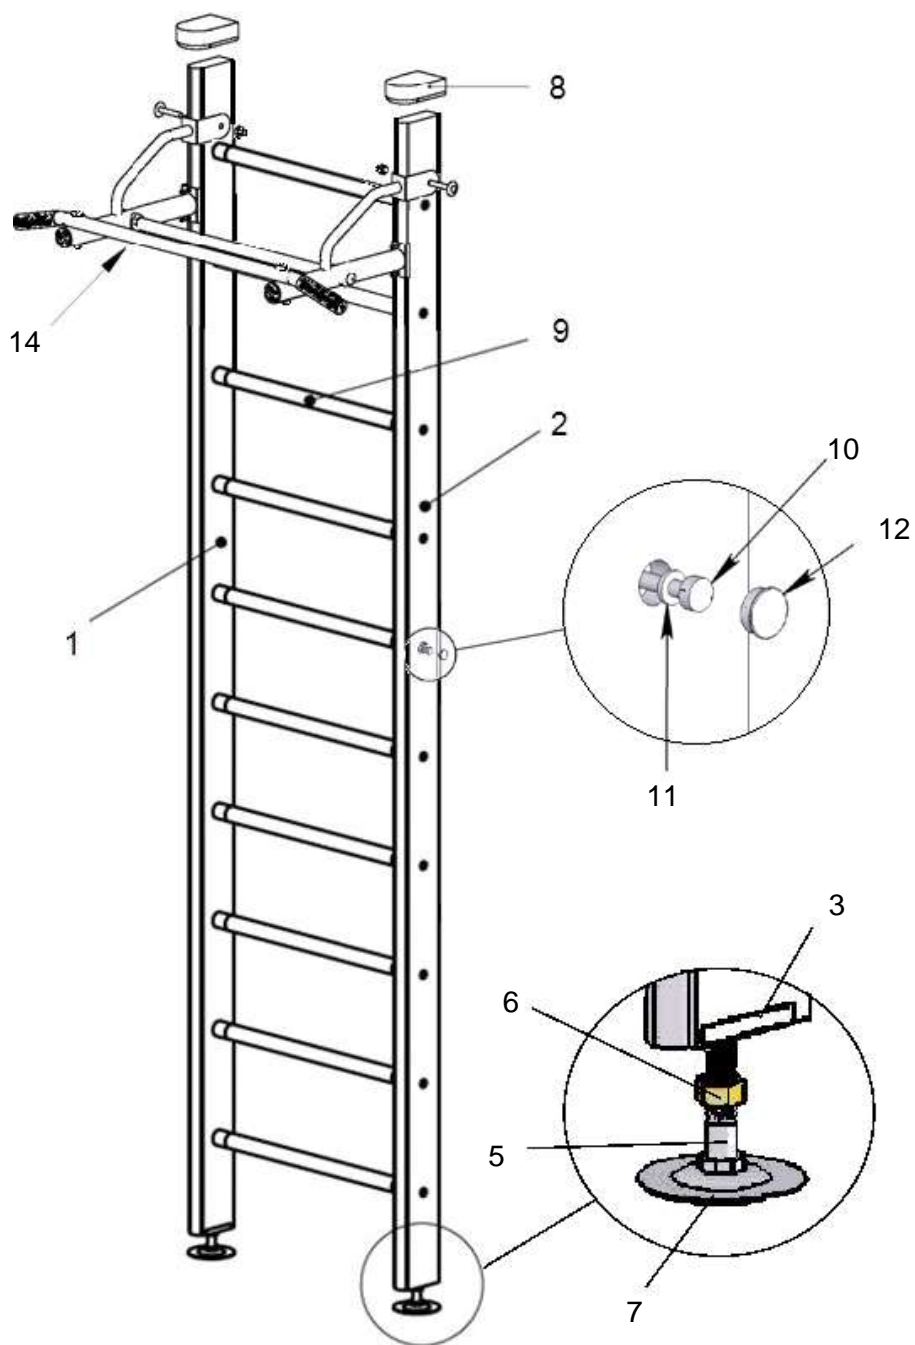

рисунок 1
4.2. Измерить высоту помещения на месте предполагаемой установки Комплекса. Из размера высоты помещения вычесть 7 см и величину полученного результата нанести на вертикальные стойки поз 4 и 5 (рис.1). Разметку вести с нижнего торца, на котором имеется осевое отверстие. Проверить правильность разметки. Отпилить верхние концы стоек по сделанной разметке перпендикулярно боковым сторонам.
4.5. На *стойки (№№1,2)* со стороны потолка установить *упоры верхние (№8)*, как показано на рис.1.